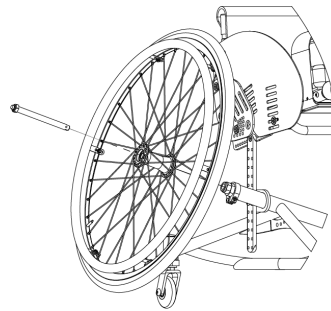

FIG. 10
- S'assurer que le bouton « X », une fois la roue montée (fig. 10) soit complètement relâché.